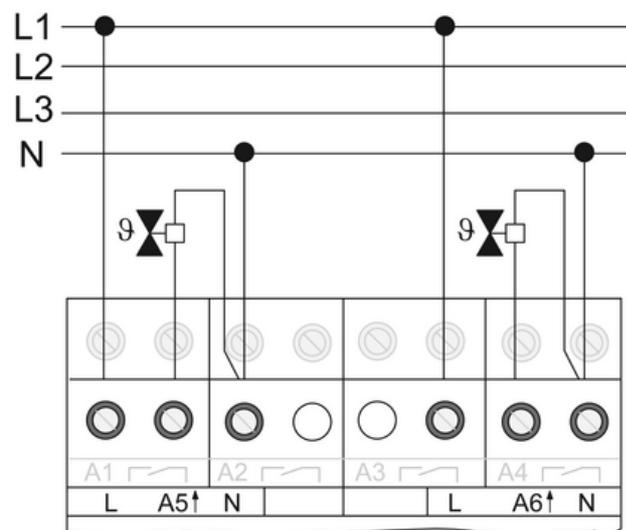

Bild 6: Anschlussbeispiel von elektrothermischen Stellantrieben 230 V
- Stellantriebe anschließen (Bild 6). Maximal 4 Stellantriebe pro Ausgang verwenden.